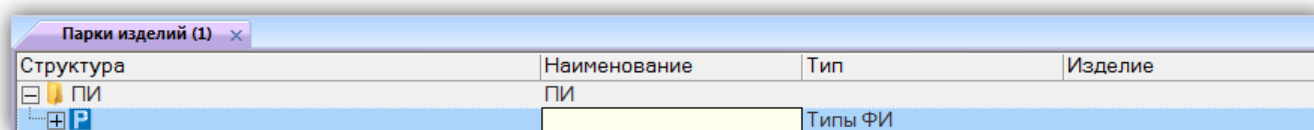

Рис. 19-3 – Создание парка изделий
4) Выбранная папка раскроется и в ней появится новый парк изделий (рис. 19-3). Для создания парка изделий ввести его «Наименование».